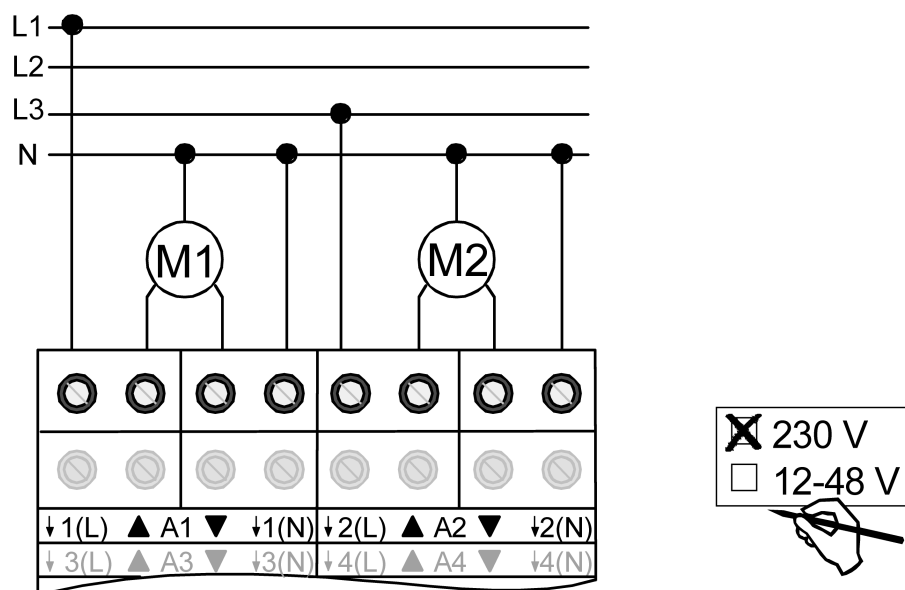

Bild 6: Elektrischer Anschluss für 230 V-Antriebsmotoren bei automatischer Endlagenerkennung
- Antriebsmotoren gemäß Anschluss-Beispiel anschließen (Bild 6).